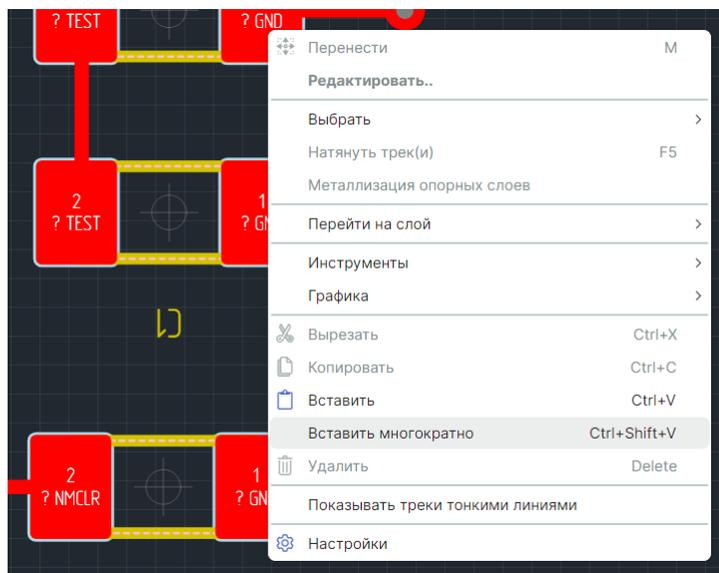

Рис. 416 Вызов функции «Вставить многократно»
- Для последующей многократной вставки скопированного объекта, в контекстном меню доступна функция «Вставить многократно» («Ctrl+Shift+V»), см. Рис. 416.